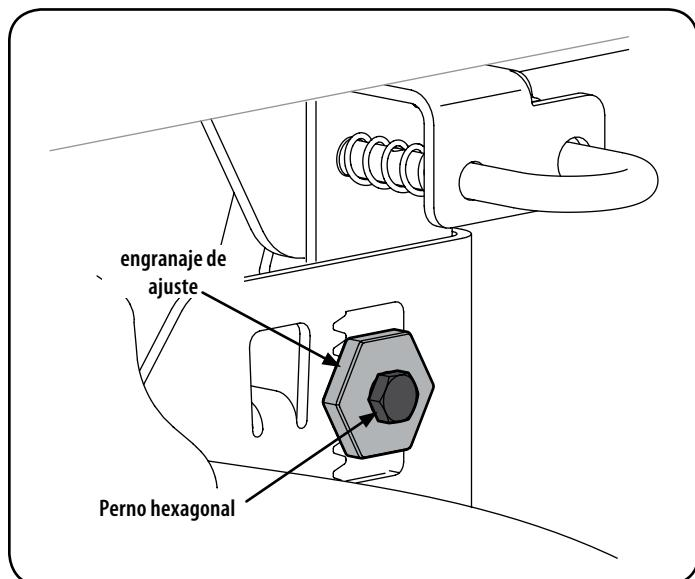

Figura 11
7. Usando una llave, levante o baje el lado izquierdo de la plataforma girando el engranaje de ajuste. Ver Figura 11.
6. Afloje, pero NO extraiga, el perno hexagonal en el enlace de suspensión izquierda de la plataforma trasera. Ver Figura 11.